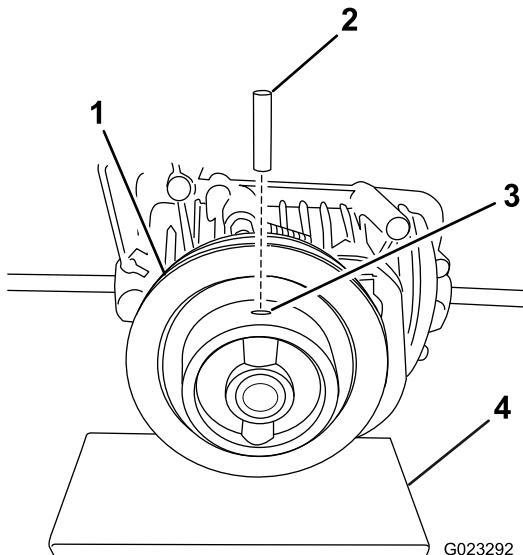

Figure 1
4. Appliquez du frein-filet Loctite® 454 (ou un produit équivalent) dans l'une des extrémités du trou de la poulie (Figure 1).
Remarque: Soutenez la poulie pendant que vous insérez la goupille pour éviter d'imposer une contrainte excessive à l'arbre d'entrée (Figure 1).